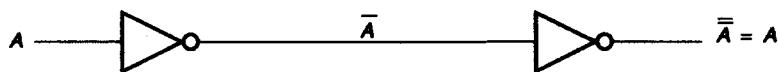

FIGURA 3-19
1. $\overline{\overline{A}} = A$ (Consúltese la Figura 3-19)